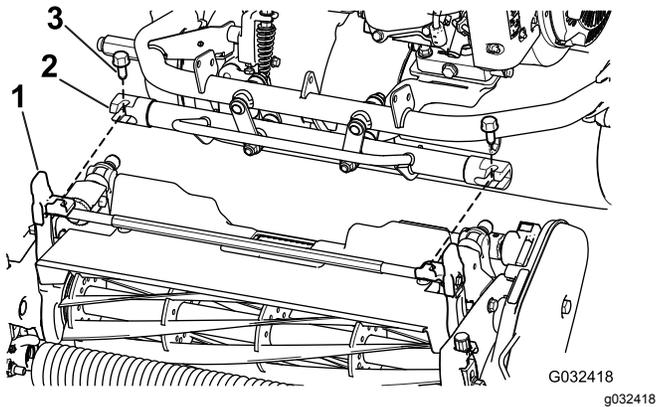

Figure 7
4. Manœuvrez le cadre du groupe de déplacement (Figure 7) en avant jusqu'à ce qu'il s'engage avec les bras pivotants du plateau de coupe.
5. Fixez le cadre du groupe de déplacement aux bras pivotants du plateau de coupe avec 2 boulons (3/8 x 3/4 po) (Figure 7)